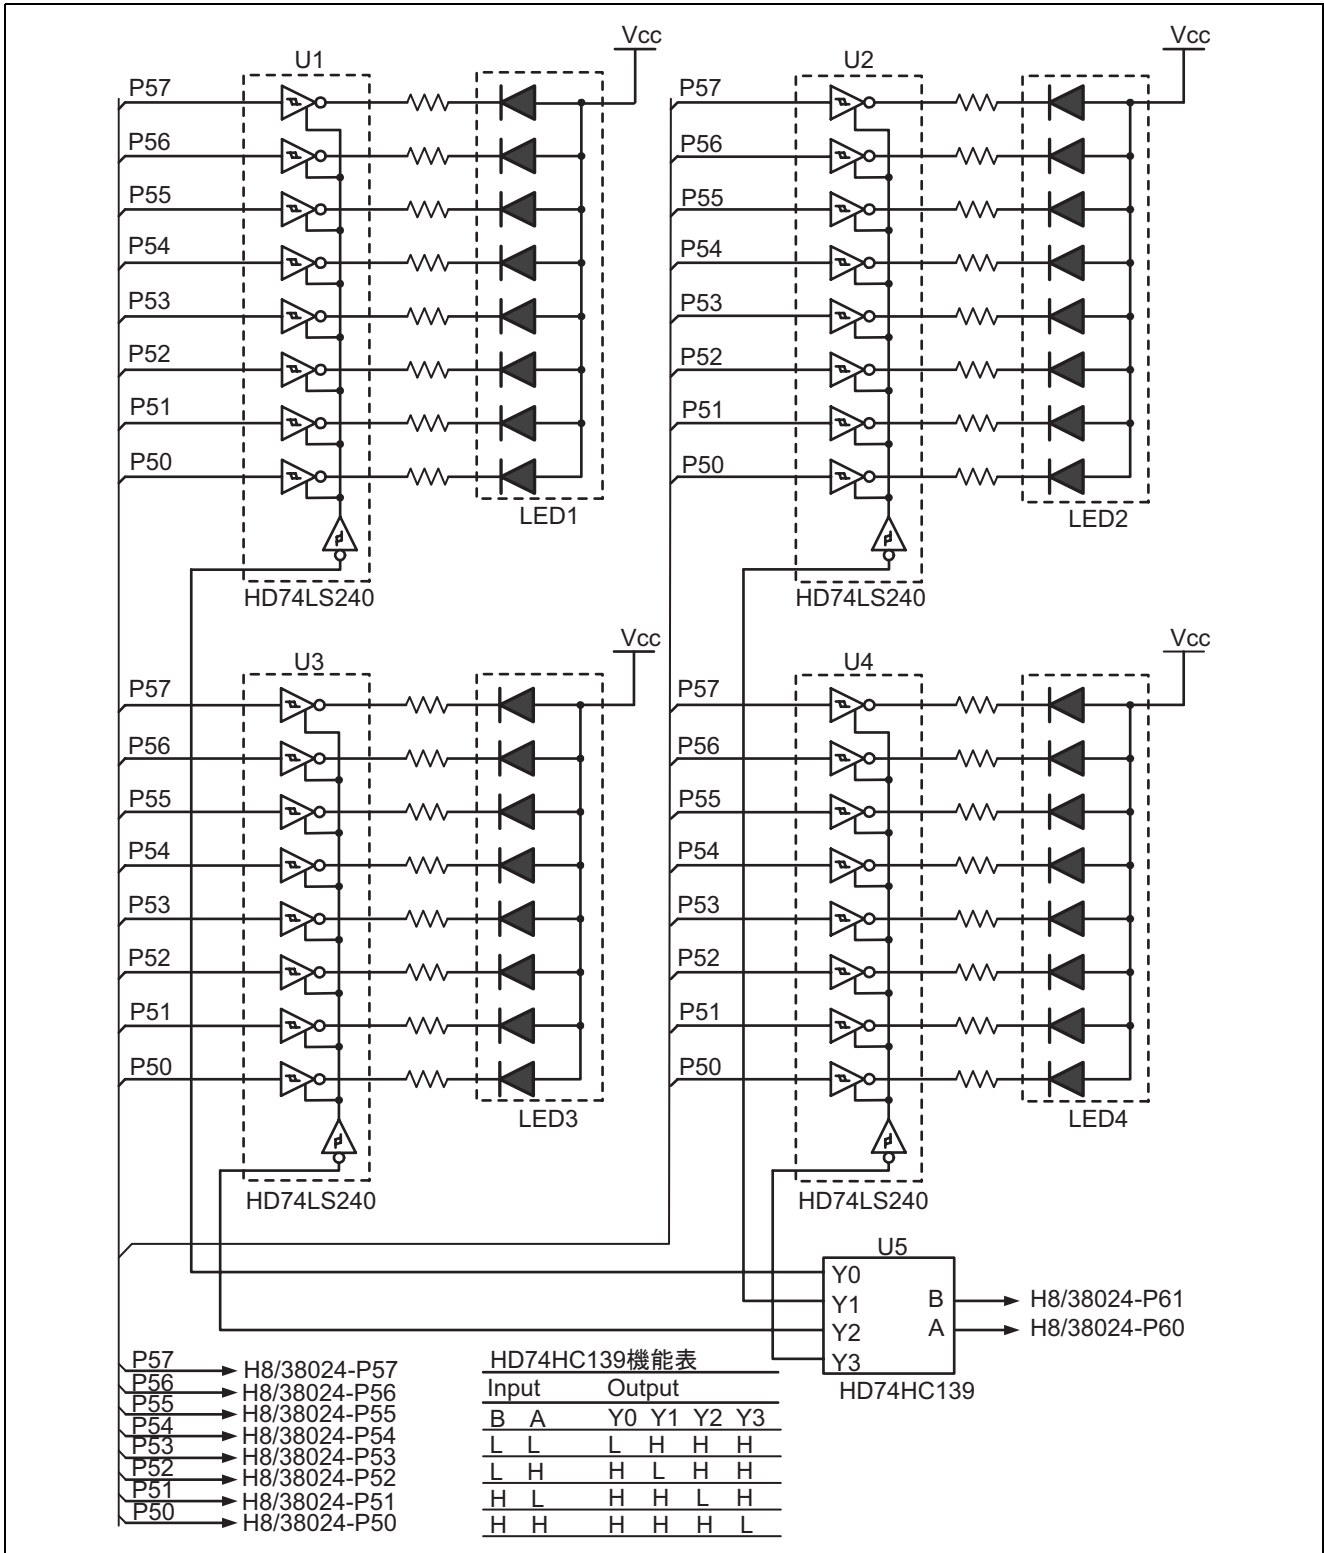

図 2 7セグメント LED 制御方法
7. 本タスク例では、7セグメント LED を表示させるためにポート出力を 3 ステート出力インバータドライバ (HD74LS240)に入力して、ドライバの出力を 7セグメント LED のカソードに接続しています。また 4 個の 7セグメント LED を表示させるためのポートはすべての 7セグメント LED に接続されており、7セグメント LED の表示切替は、3 ステートインバータドライバのイネーブル端子により制御しています。また、7セグメント LED の表示切替を行うための信号生成は、2-to-4-line デコーダ(HD74HC139)を使用して、2 本のポート出力により制御します。図 2 に 7セグメント LED 制御方法について示します。